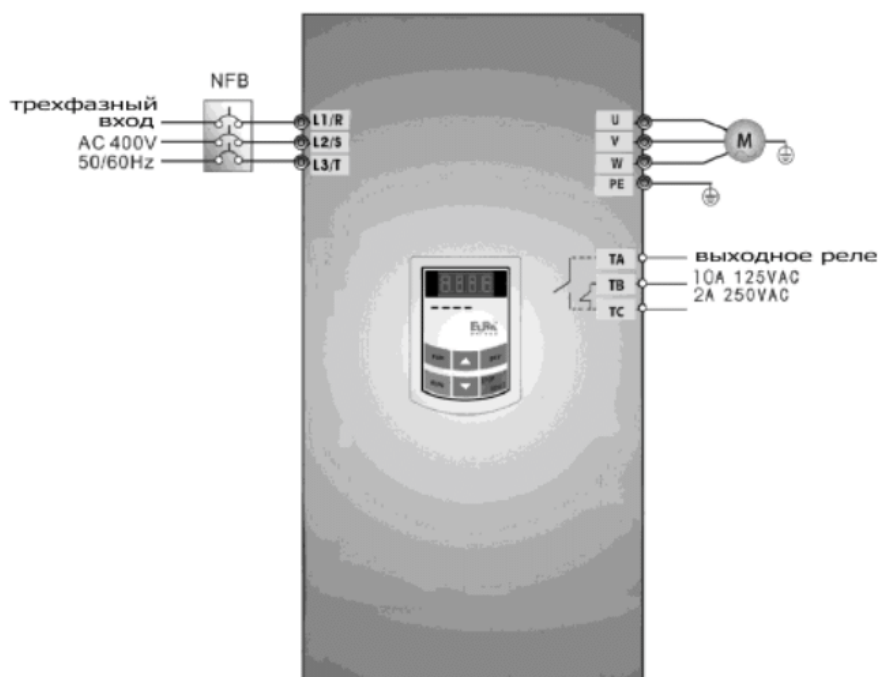

Рис. 5-1 Схема подключения 1
- (1) Подключите провода в соответствии с рис. 5-1. После проверки проводки включите инвертор.
- (2) Нажмите клавишу “Fun” для входа в меню программирования.
- (3) Измерьте параметры мотора
- (2) Нажмите клавишу "Fun" для входа в меню программирования.
- (3) Измерьте параметры мотора: порядок действий точно такой же как в примере 1.
- (4) Установите параметры инвертора: